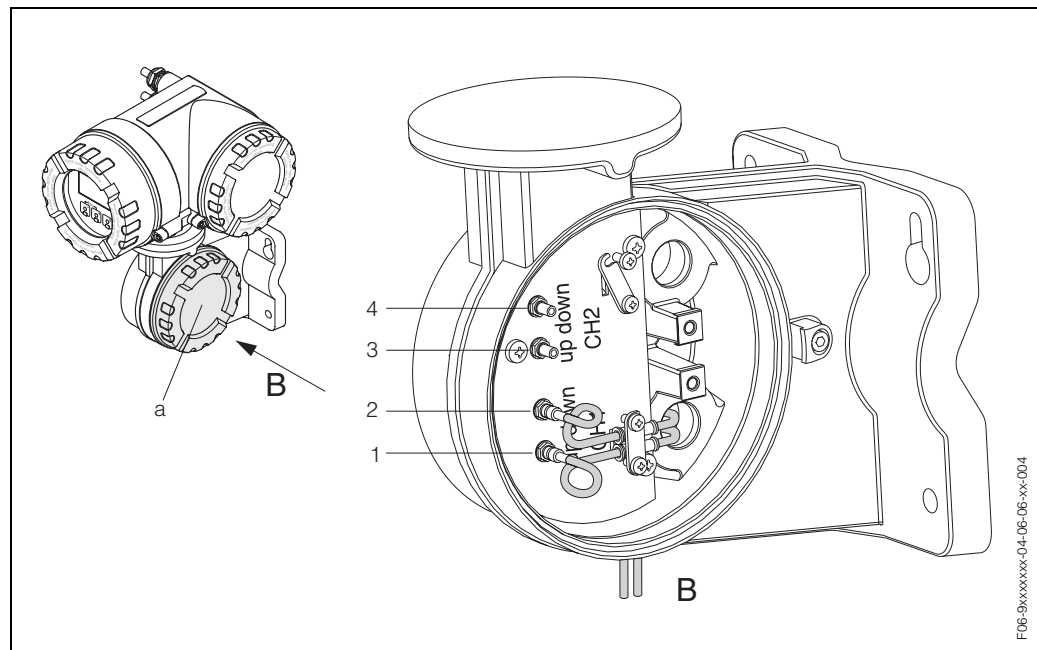

Fig. 4: Raccordement des deux systèmes de mesure possibles (une voie ou deux voies)
1. Transmetteur: déposer le couvercle (a, Fig. 4) du compartiment de raccordement.